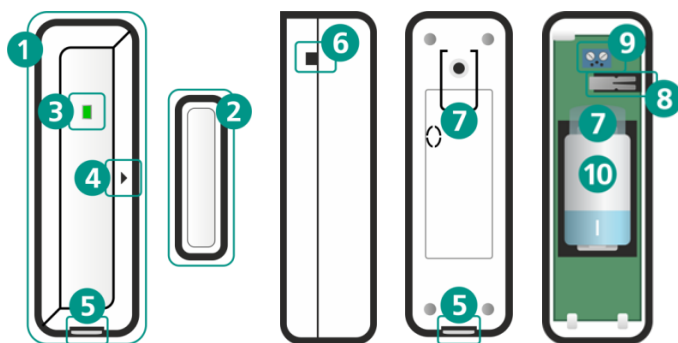

Рисунок 2.1 – Внешний вид датчика
Датчик открытия конструктивно состоит из двух элементов: магнитоуправляемого основного (1, рисунок 2.1) и управляющего магнита (2). Датчик оснащен встроенным тампером (8) для контроля вскрытия корпуса.
Датчик имеет разъем для подключения внешнего проводного датчика открытия (геркона) или шлейфа сигнализации (ШС) с несколькими герконами (9, рисунок 2.1).